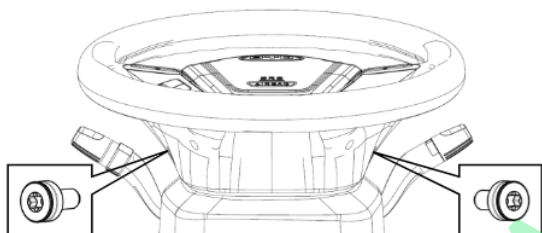

图 3-2
①通过转向盘两侧的小圆孔用工具松开两个内六角螺钉。如图 3-2 所示。